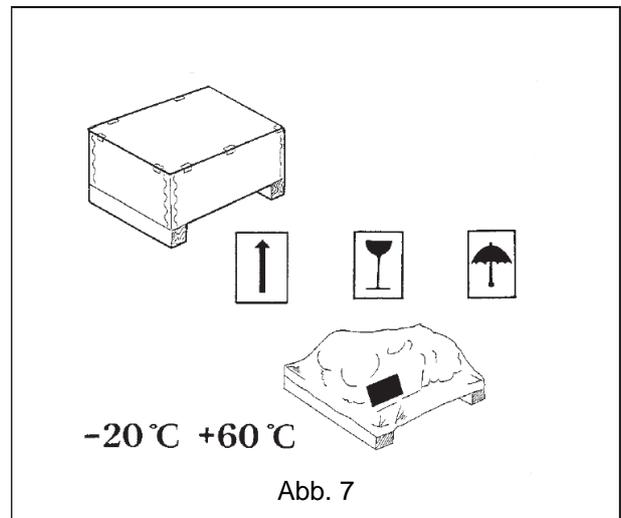

Abb. 7
- Falls erforderlich, können sich auf den Verpackungen Hinweise und Symbole befinden, die wichtige Angaben zu Handhabung und Transport enthalten (Gewicht, Anschlagpunkte, Informationen zur Lagerung usw.) - (Abb. 7).